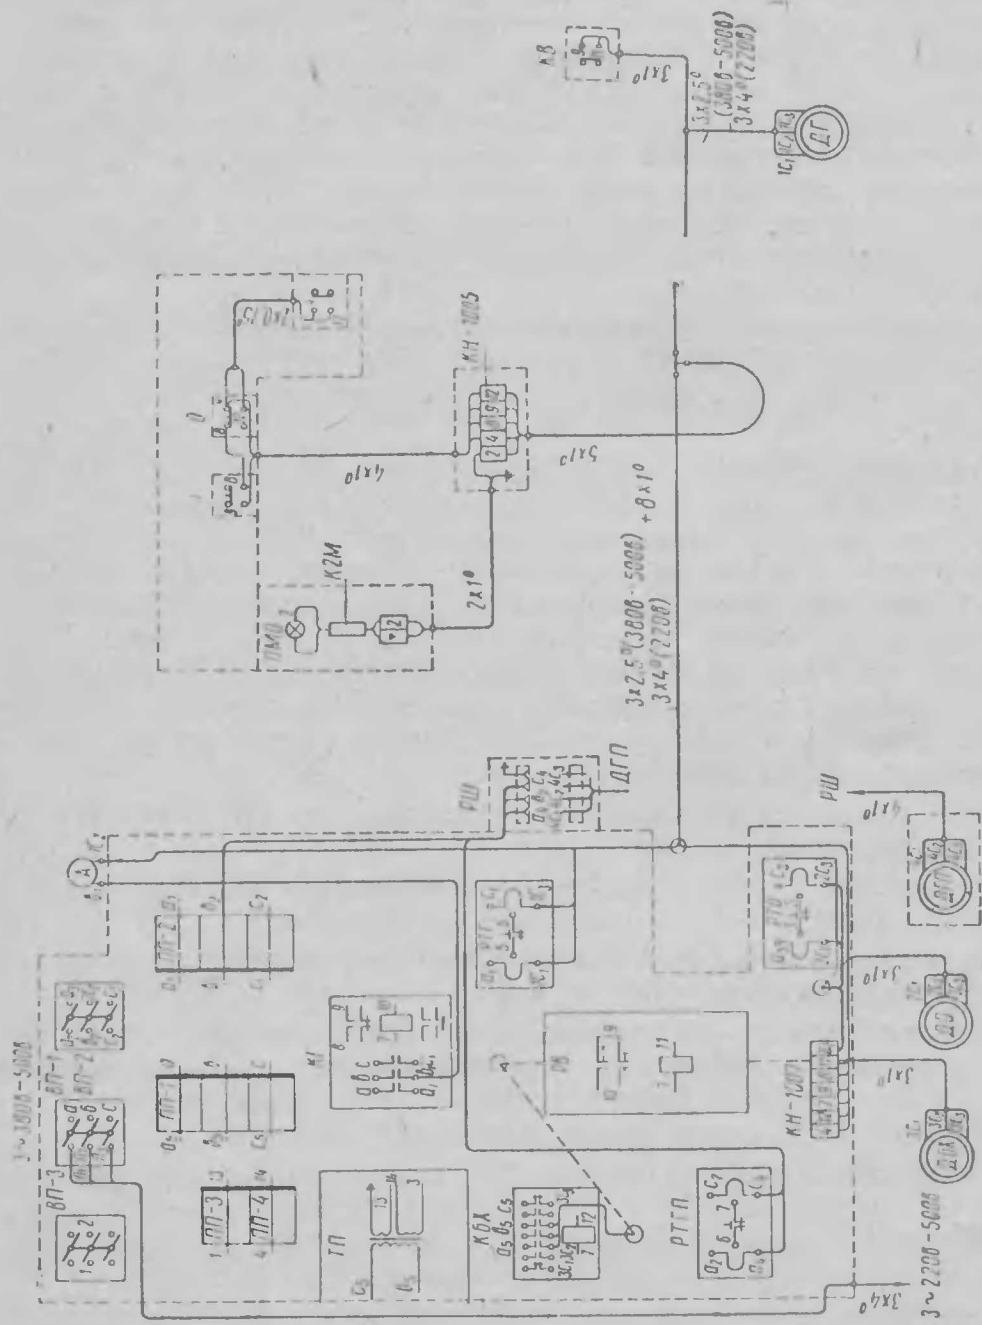

Рис. 20. Монтажная электросхема станка с монтажной электросхемой панели шкафа управления для сети с напряжением 380 и 500 в
3. Монтажная электросхема станка	рис. 20
а) 380÷500 в	рис. 20
Примечание. Монтажные электросхемы панели шкафа управления (см. рис. 20—23) выбираются в соответствии с заказом-нарядом.